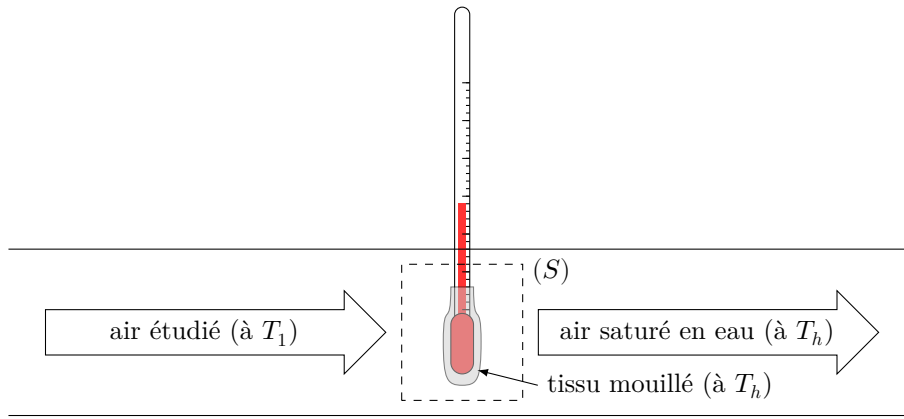

Figure 5 Thermomètre à bulbe humide
La figure 5 schématise le transport de l'air humide sur le thermomètre à bulbe humide. La température de sortie T_h est déterminée à l'aide d'un bilan thermodynamique appliqué à la surface de contrôle (S) représentée sur la figure 5. À l'entrée, la température de l'air vaut T_1 et l'humidité absolue est x_1 . À la sortie, la température est T_h et l'humidité absolue est $x_2 : x_{\text{sat}}(T_h)$. Le débit massique d'air sec dans l'écoulement est noté $D_{m,\text{as}}$. La pression est uniforme et constante et vaut $p = 1,013\text{bar}$. On néglige tout transfert thermique à travers la surface de contrôle (S).